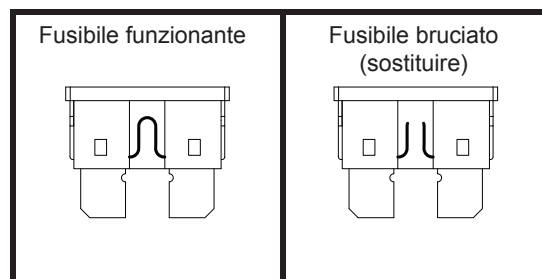

Figura 23. Sostituzione del fusibile
2. Esaminare il fusibile per accertarsi che sia bruciato. **Vedere figura 23.**